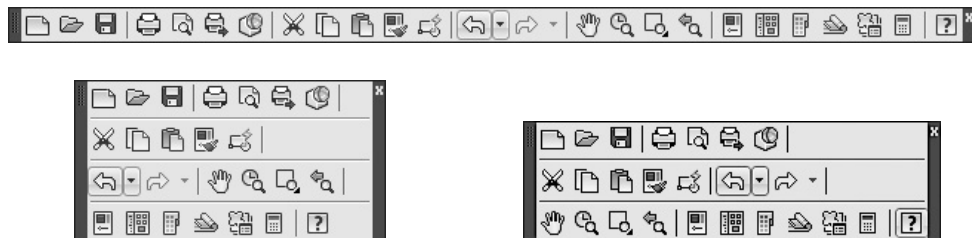

Рис. 1.10. Различные состояния панели инструментов Стандартная
Панели инструментов могут быть закрепленными (в таком состоянии они отображаются по умолчанию) и плавающими. Название плавающей панели инструментов можно увидеть в подсказке, появляющейся при наведении указателя мыши на панель. Для закрытия плавающей панели инструментов предназначена кнопка с крестиком, расположенная в ее правой части. Кнопки плавающей панели инструментов могут располагаться как в один ряд, так и в несколько. Чтобы сделать панель плавающей, достаточно перетащить ее с помощью мыши на некоторое расстояние от края графического экрана. На рис. 1.10 показана плавающая панель инструментов **Стандартная** с различным расположением кнопок.
- **Стандартная** (см. рис. 1.10). Содержит кнопки, предназначенные для вызова базовых команд, таких как создание, открытие, сохранение файла, просмотр проекта перед печатью и вывод его на печать, операции с буфером обмена, отмена и возврат действий. Кроме того, здесь расположены команды вызова палитр программы.